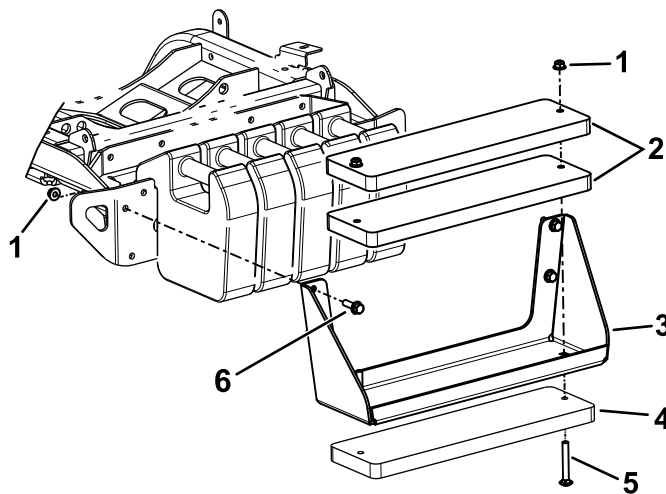

Рисунок 20
Примечание: Для выполнения этих действий см. Рисунок 20.
- А. Используйте болты ($\frac{3}{8}$ x 4 дюйма) и гайки ($\frac{3}{8}$ дюйма) для крепления 3 грузов к кронштейну (Рисунок 20).
- В. Используйте болты с шестигранной головкой и гайки (входящие в комплект) для крепления кронштейна груза к машине (Рисунок 20).
- А. Снимите кронштейн груза с машины (Рисунок 20).
- С. Используйте болты ($\frac{3}{8}$ x 4 дюйма) и гайки ($\frac{3}{8}$ дюйма) для крепления 3 грузов к кронштейну (Рисунок 20).
- Д. Используйте ранее снятые крепежные детали для крепления кронштейна груза к машине (Рисунок 20).